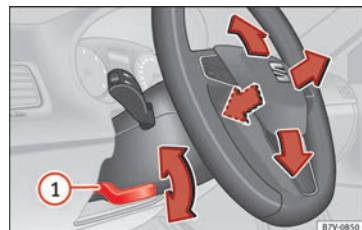

Fig. 24 Réglage mécanique du volant.
• Abaissez le levier **» fig. 24 ①**.